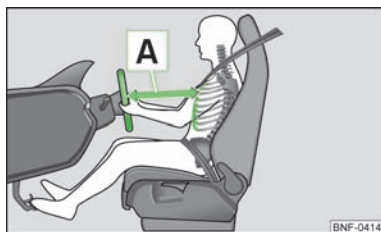

Abb. 76
- Das Lenkrad so einstellen, dass der Abstand zwischen Lenkrad und Brustbein mindestens 25 cm beträgt » Abb. 76 **[A]**.